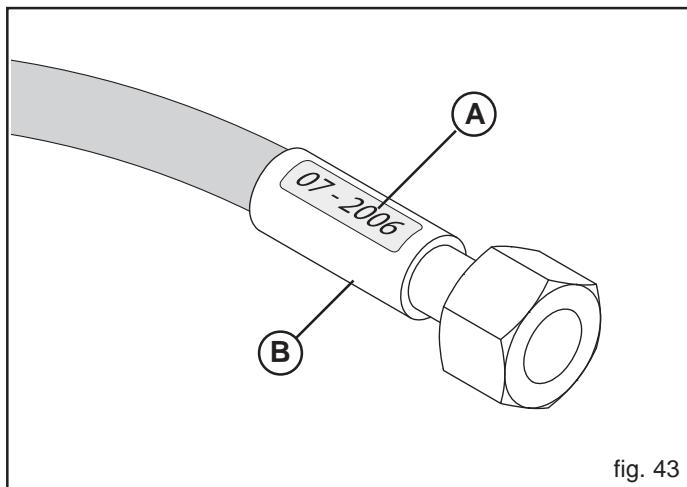

fig. 43
La amplitud de apertura (Fig. 43) de la compuerta permite variar fácilmente la intensidad de accionamiento del agitador en caso de empleo de abono especialmente problemáticas.
- pérdidas en proximidad de la armadura del tubo (B, Fig. 43);
- corrosión de la armadura (B, Fig. 43);
- al superar los 5 años de vida (A, Fig. 43).